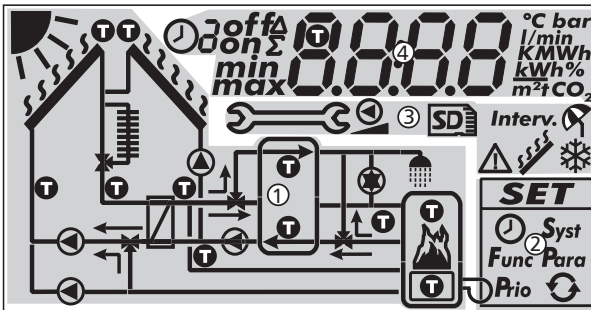

Abb. 8: Übersicht über die Bereiche der Anzeige (alle Elemente sichtbar)
Nachstehende Tabelle beschreibt die Symbole in der Systemgrafik (① in Abb. 8).
Das Einstellmenü (② in Abb. 8) enthält folgende Einträge:
Nachstehende Tabelle beschreibt die Piktogramme für Funktionen (③ in Abb. 8).
Die Anzeige der Betriebs- und Einstellwerte (④ in Abb. 8) besteht aus folgenden Elementen:
①	Symbol für die Zeitsteuerung von Funktionen. Das Symbol wird angezeigt wenn <ul style="list-style-type: none"> • eine Zeitbegrenzung/-steuerung eingestellt wird, • der Status der Zeitbegrenzung/-steuerung angezeigt wird, • die Zeitbegrenzung eine Temperaturreglersteuerung blockiert (Symbol blinkt).
②	Nummer des Zeitfensters, das gerade im Einstellmenü eingestellt/angezeigt wird oder in dem sich die aktuelle Uhrzeit gerade befindet. Die Zeitsteuerung einer Funktion besteht aus 1 oder 3 einstellbaren Zeitfenstern. Beispiel: Zeitfenster 1: 06:00 – 08:00 Zeitfenster 2: 11:00 – 12:30 Zeitfenster 3: 17:00 – 19:00
③	Zusatzinformationen: on, off: Schaltzustand/Schaltbedingung ein, aus max, min: maximaler Wert, minimaler Wert Σ : aufsummierter Betriebswert seit der Erstinbetriebnahme, nicht zurücksetzbar Δ : aufsummierter Betriebswert seit dem letzten Rücksetzen auf 0
④	Symbol wird angezeigt, wenn beim Einstellen einer Funktion ein Temperaturfühler gewählt ist.
⑤	Anzeige von <ul style="list-style-type: none"> • Messwerten • Einstellwerten • Fehlercodes • weiteren Informationen, z. B. Software-Version
⑥	Physikalische Einheit des in ⑤ angezeigten Werts: °C, bar, l/min, K, MWh, kWh, %, m ² , tCO ₂